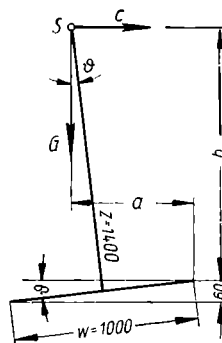

Bild 125
e) $P_z h = G a$ (s. Bild 125); $h = z \cdot \cos \vartheta - \frac{w}{2} \cdot \sin \vartheta$;